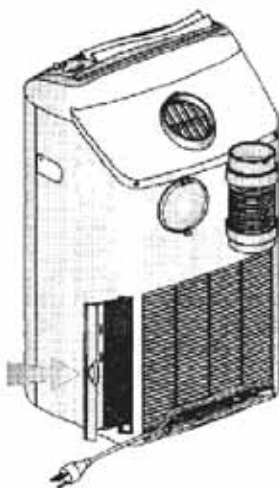

Abbildung 13
- Bauen Sie den Hauptfilter wieder ein, indem Sie ihn in die hintere Öffnung des Geräts einsetzen und nach innen drücken (siehe Abb. 13).